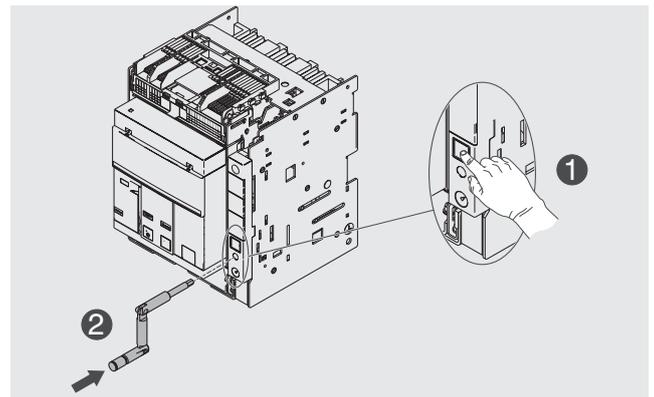

Abbildung 34
5. Die Verriegelungstaste drücken und die Handkurbel in das bewegliche Teil stecken. In dieser Phase befindet sich das bewegliche Teil noch in der Position **DISCONNECT**. Siehe Abbildung 34.